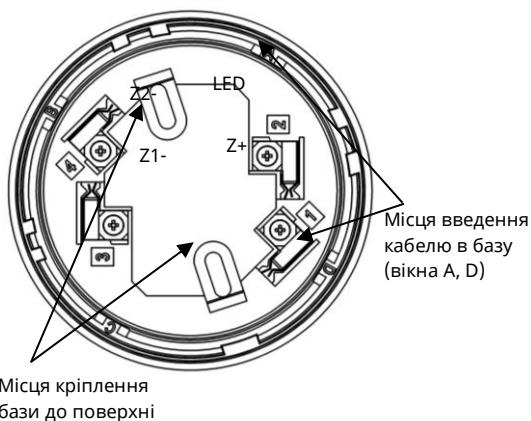
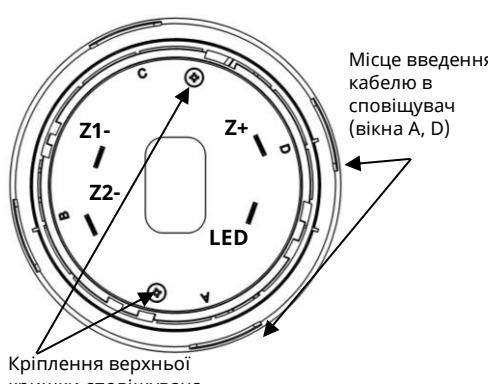

Рисунок 1 – Розташування клем на базі спопіщувача
Рисунок 2 – Вигляд спопіщувача з боку контактів
4.5 Для випадків, коли кабель всередину бази заводять збоку, в самій базі та в кришці спопіщувача передбачені вікна, за потреби в яких вирізають отвори. Ці вікна промарковані літерами «A», «B», «C», «D» (рис.1, рис.2).